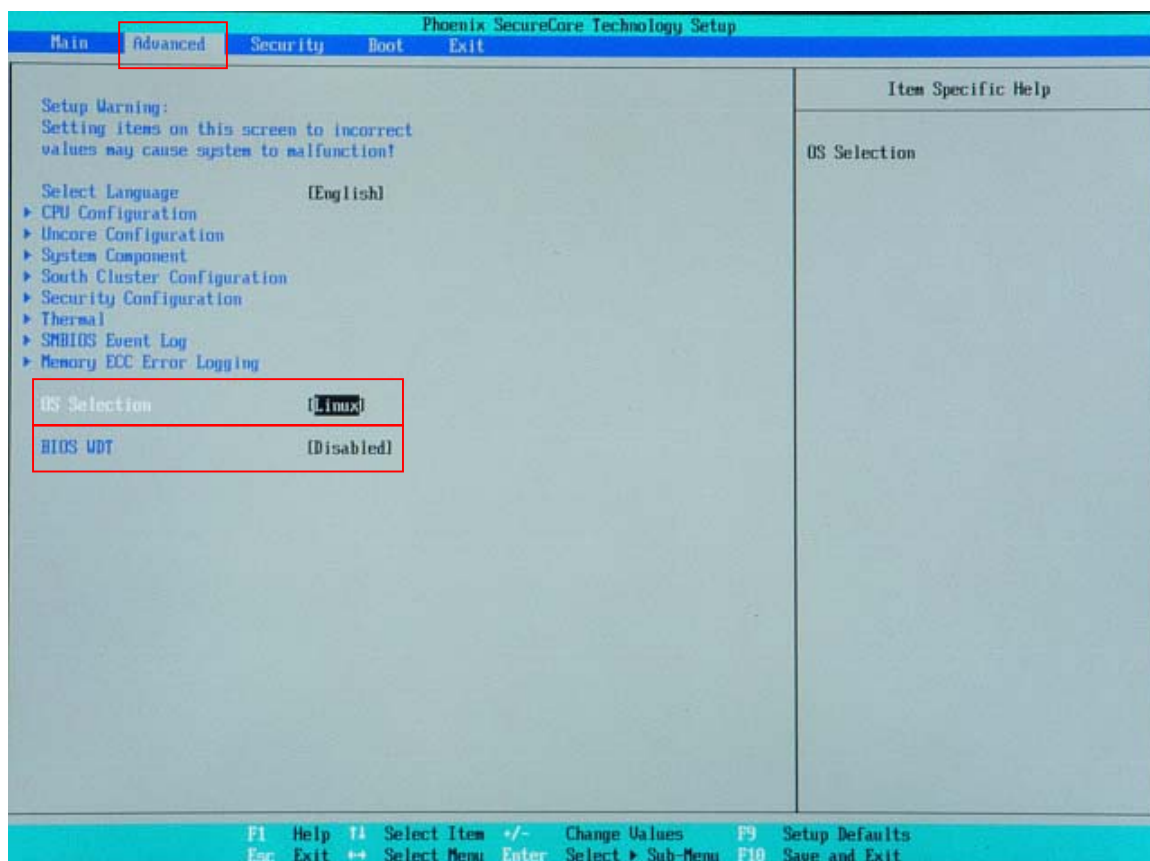

図 6-1-2. BIOS設定 Advancedメニュー
- ① LAN ケーブルが接続されている場合は、LAN ケーブルを取り外してください。
- ② USB メモリ、SD カードなどのストレージメディアが接続されている場合は、ストレージメディアを取り外してください。また、サブストレージ（mSATA2）が接続されている場合は、サブストレージを取り外してください。
- ③ USB-DVD ドライブにリカバリ DVD を入れ MT シリーズ本体に接続します。
- ④ USB キーボード、USB マウスを接続します。
- ⑤ 電源を入れます。BIOS 起動画面が表示されたところで[F2]キーを押し、BIOS 設定画面を表示させます。
- ⑥ BIOS設定画面が表示されたら、[Advanced]メニューを選択します。（図 6-1-2）
- ⑦ [OS Selection]を[Linux]、[BIOS WDT]を[Disabled]に設定します。
- ① 電源を入れ、BIOS 起動画面が表示されたところで [F2] キーを押し、BIOS 設定画面を表示させます。
- ② BIOS 設定画面が表示されたら、[Advanced] メニューを選択します。(図 6-1-2)
- ③ [OS Selection] を [Windows]、[BIOS WDT] を [Enabled] に設定します。
- ⑩ 電源を入れ、BIOS 起動画面が表示されたところで[F2]キーを押し、BIOS 設定画面を表示させます。
- ⑪ BIOS設定画面が表示されたら、[Advanced]メニューを選択します。(図 6-1-2)
- ⑫ [OS Selection]を[Windows]、[BIOS WDT]を[Disabled]に設定します。